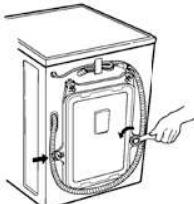

Figure 2
2. Utilisez la clé fournie pour desserrer les 4 boulons (voir figure 2).